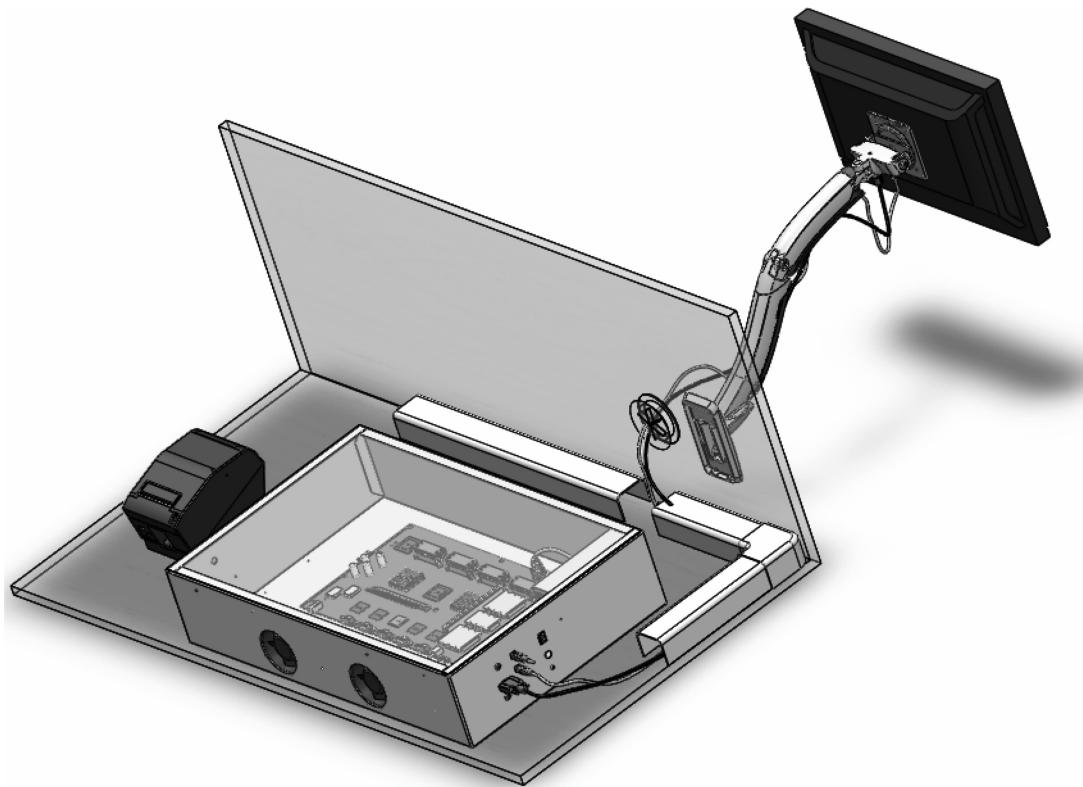

图 15-13 电缆布线
**步骤4 电缆布线** 使用 SOLIDWORKS Route，选择【使用样条曲线】，【所有设备】，布线参数中轴间距离为 25mm、布路点与轴间距为 150mm、间隙为 0.5mm，完成布线，如图 15-13 所示。